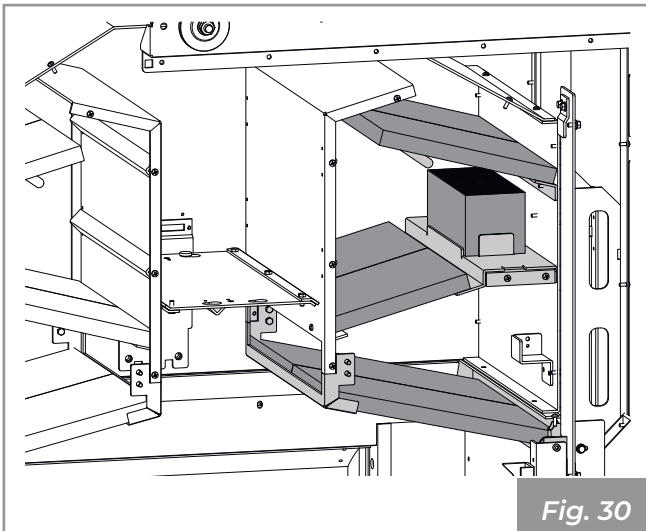

Fig. 30
- 6) Procedere allo stesso modo sul lato opposto (Fig. 30).